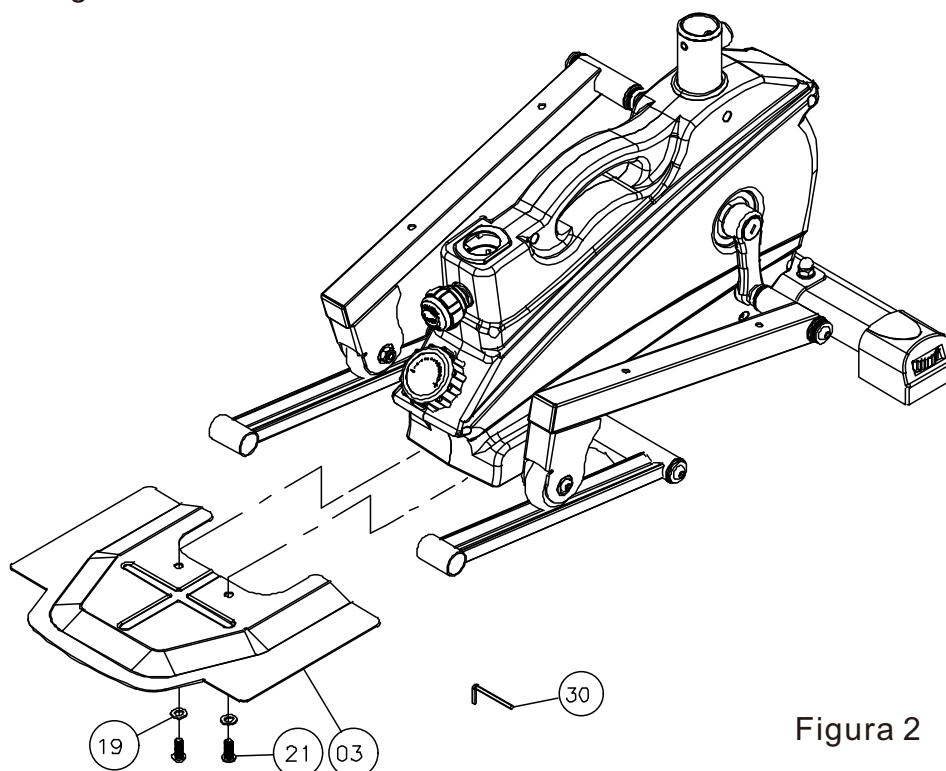

Figura 2
2. Utilizzare 2 viti a testa cilindrica esagonale a brugola n. 21 e 2 rondelle piatte n. 19 per fissare la piastra di base n. 03 all'assemblaggio del telaio principale n. 01. Come mostrato nella Figura 2: